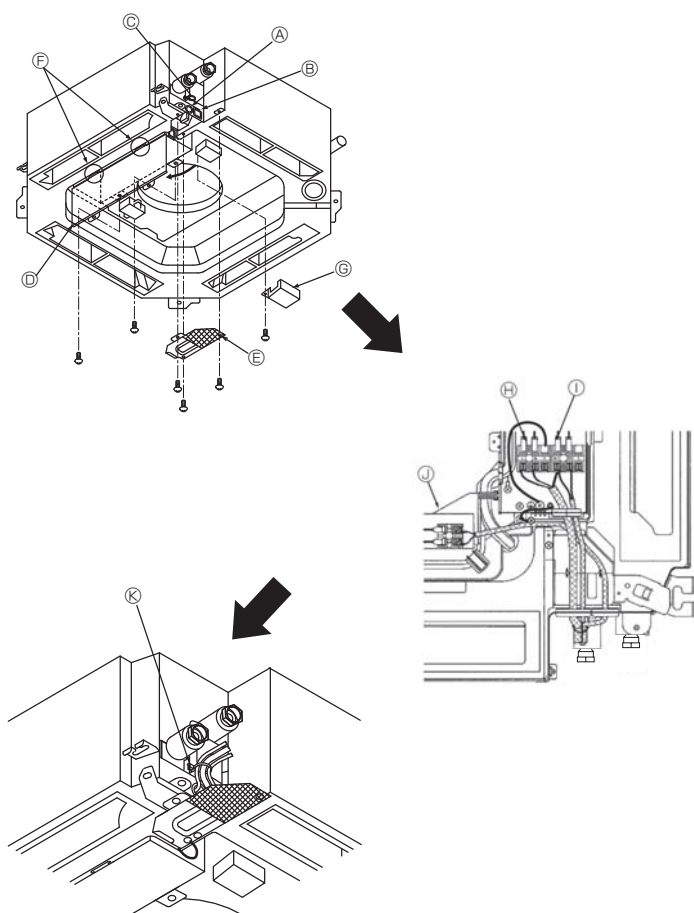

Fig. 5-1
5.1. Внутренний прибор (Fig. 5-1)